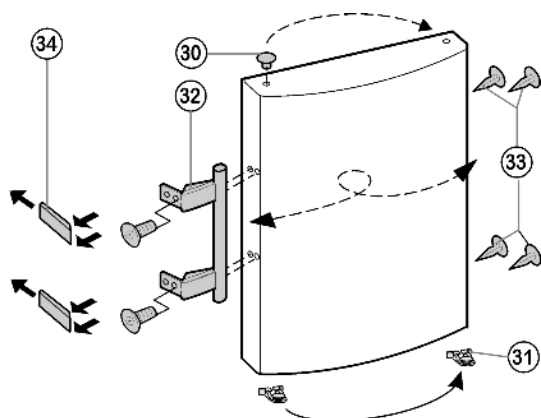

Fig. 8
- Desenganche la grapa elástica *Fig. 8 (31)* de la puerta superior y cámbiela al nuevo lado de la bisagra.
- Retire el tapón *Fig. 8 (30)* de los casquillos de cojinete de la puerta y cámbielo de sitio.
- Desmonte los tiradores de la puerta Fig. 8 (32), los tapones Fig. 8 (33) y las placas de presión Fig. 8 (34) y cámbielos al lado opuesto.